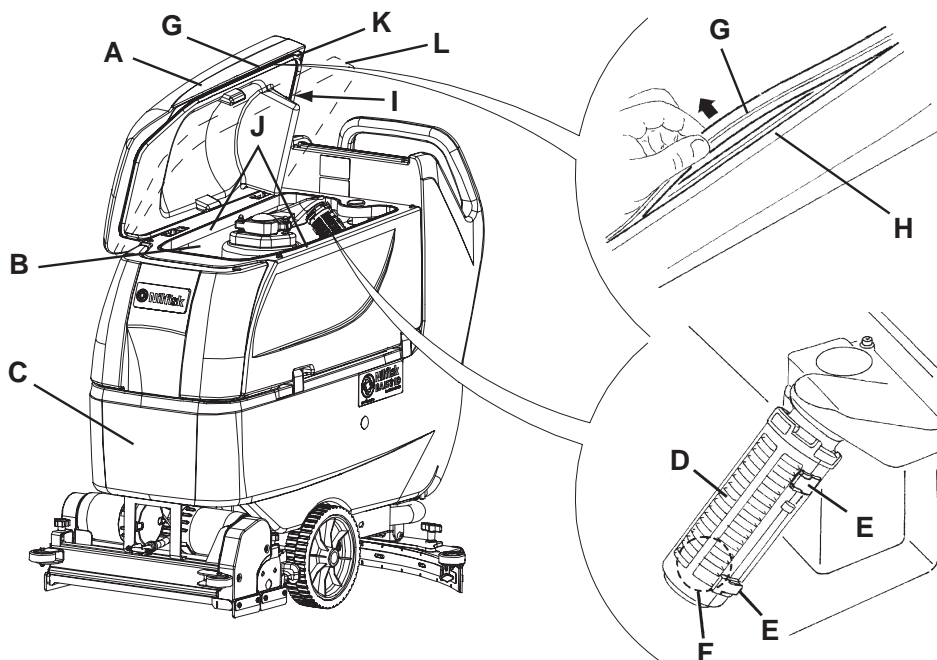

Figure 7
3. Ouvrir le couvercle (A, Fig. 7) et le porter dans la position de lavage (L).
4. Nettoyer et laver à l'eau propre le couvercle (A), les réservoirs (B et C) et la grille d'aspiration avec fermeture automatique à flotteur (D).